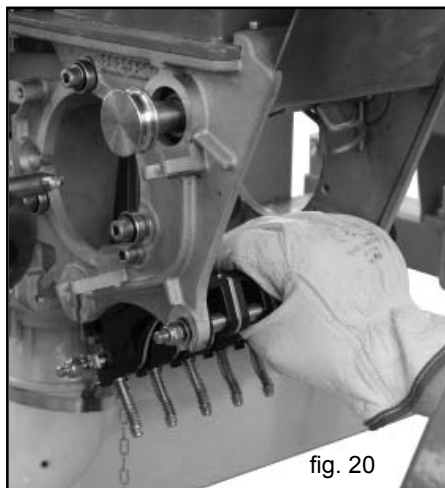

fig. 20
- 3) Abstereinheit aus dem hinteren Teil (Abb. 20) ausziehen und danach vorderen Teil ausziehen.